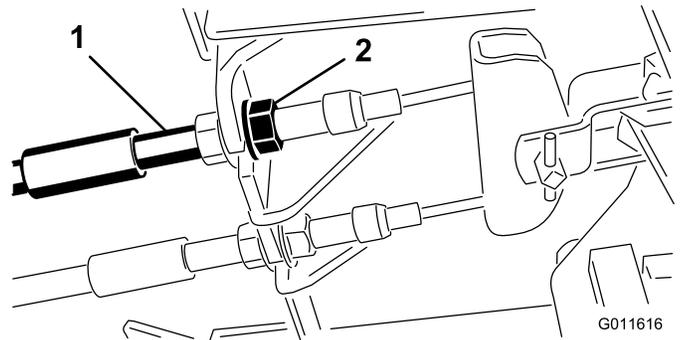

图70
1. 要缩短刹车踏板的自由行程，可以通过松开刹车拉线螺纹端的前螺母，紧固刹车（图70）。